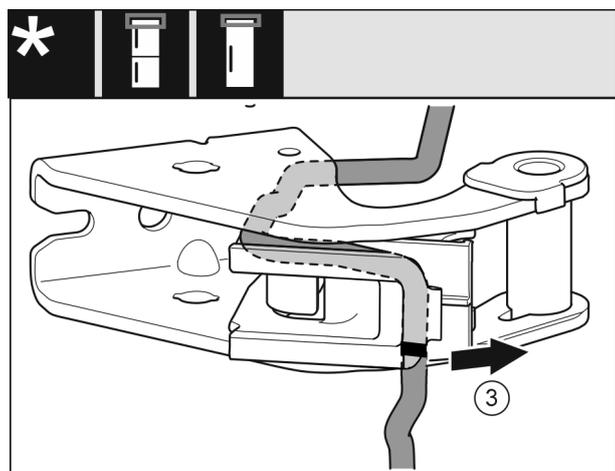

Fig. 19
- ▶ Démontez le câble du support de palier avec le support de câble. Fig. 19 (3)